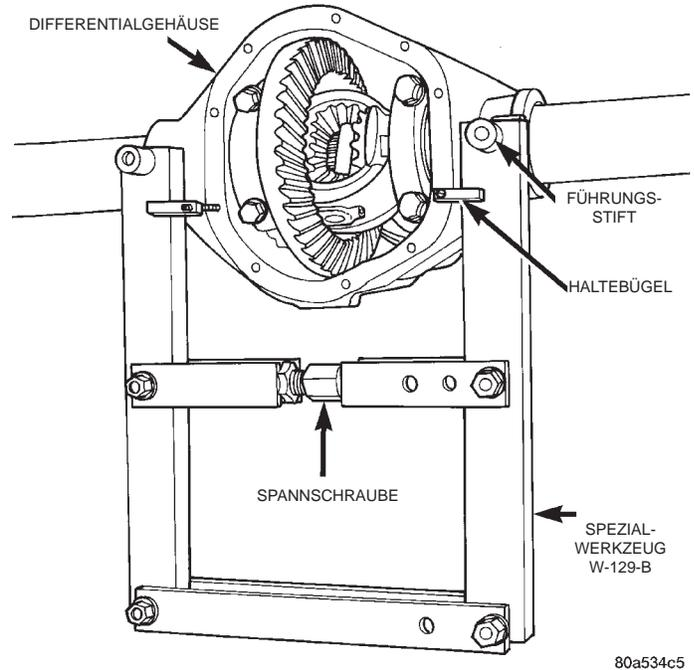

Abb. 25 Differentialgehäuse spreizen
- (6) Schrauben an den Lagerdeckeln der Differentiallager lockern.
- (7) Spreizwerkzeug W-129-B mit Adaptern aus dem Werkzeugsatz 6987 und den Führungsstiften in den Paßbohrungen des Differentialgehäuses montieren (Abb. 25). Die Haltebügel anbauen und die Spannschrauben handfest anziehen.